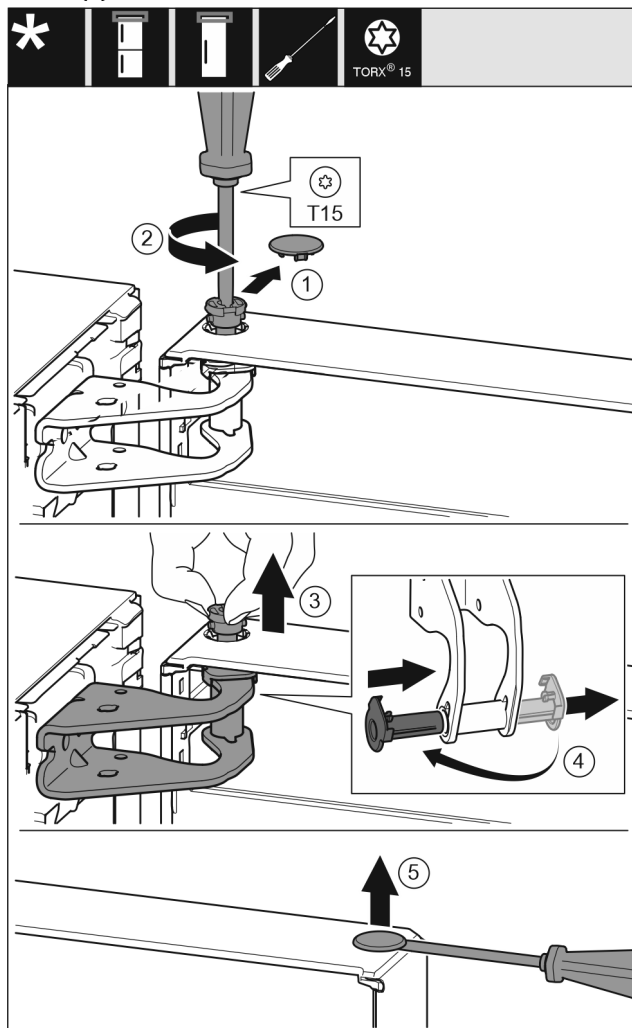

Fig. 7
- ▶ Ostrożnie zdjąć osłonę zabezpieczającą. Fig. 7 (1)
- ▶ Sworzeń wykręcić nieco przy pomocy śrubokręta T15. Fig. 7 (2)
- ▶ Przytrzymać drzwi i wyjąć sworzeń palcami. Fig. 7 (3)
- ▶ Tuleję łożyskową wyjąć z prowadnicy. Założyć z drugiej strony i zazębnić. Fig. 7 (4)
- ▶ Zatyczkę ostrożnie podważyć przy pomocy śrubokręta i wyjąć z tulei łożyskowej drzwi. Fig. 7 (5)